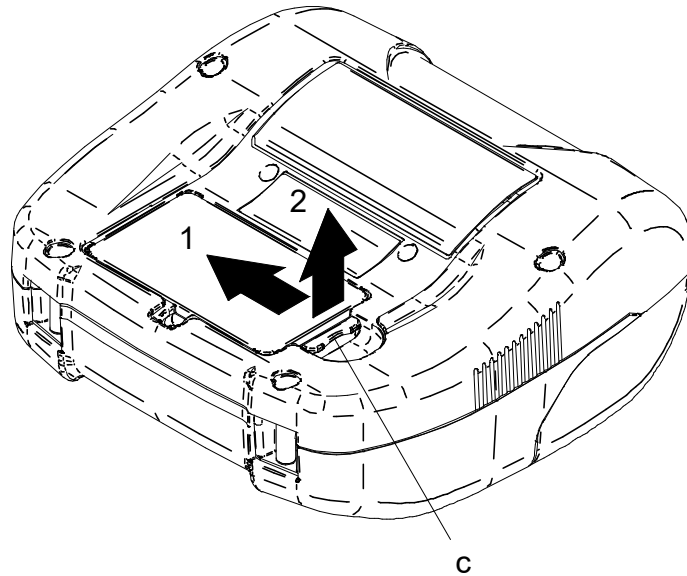

Figura 8-4 Retirada de la batería
- (1) Apague la impresora.
- (2) Como se muestra en la figura 8-4, presione la palanca "c" de la batería en la dirección de la flecha 1. Retírela levantándola en la dirección de la flecha 2.